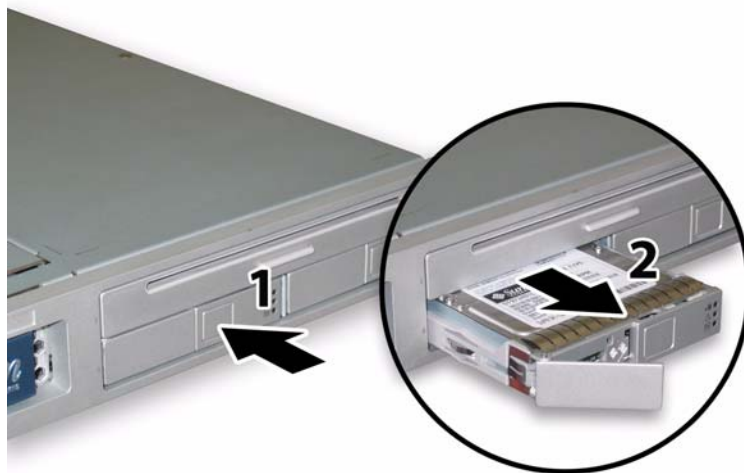

图 3-33 打开硬盘驱动器锁销
- a. 按硬盘驱动器正面的按钮以释放弹簧固定锁销。请参见图 3-33。